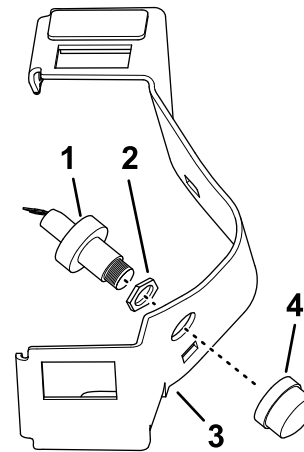

Figura 5
- A. Enrosque la contratuercas (5/8") en las roscas del interruptor del claxon (Figura 5).
- B. Monte el interruptor del claxon en el orificio del soporte de la columna (Figura 5) y sujete el interruptor con el botón.